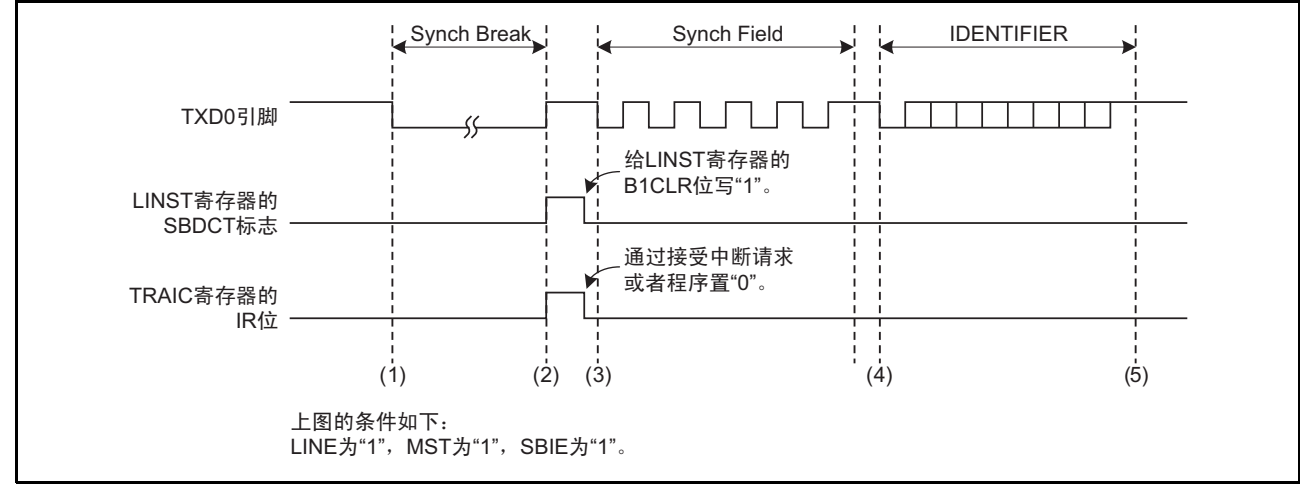
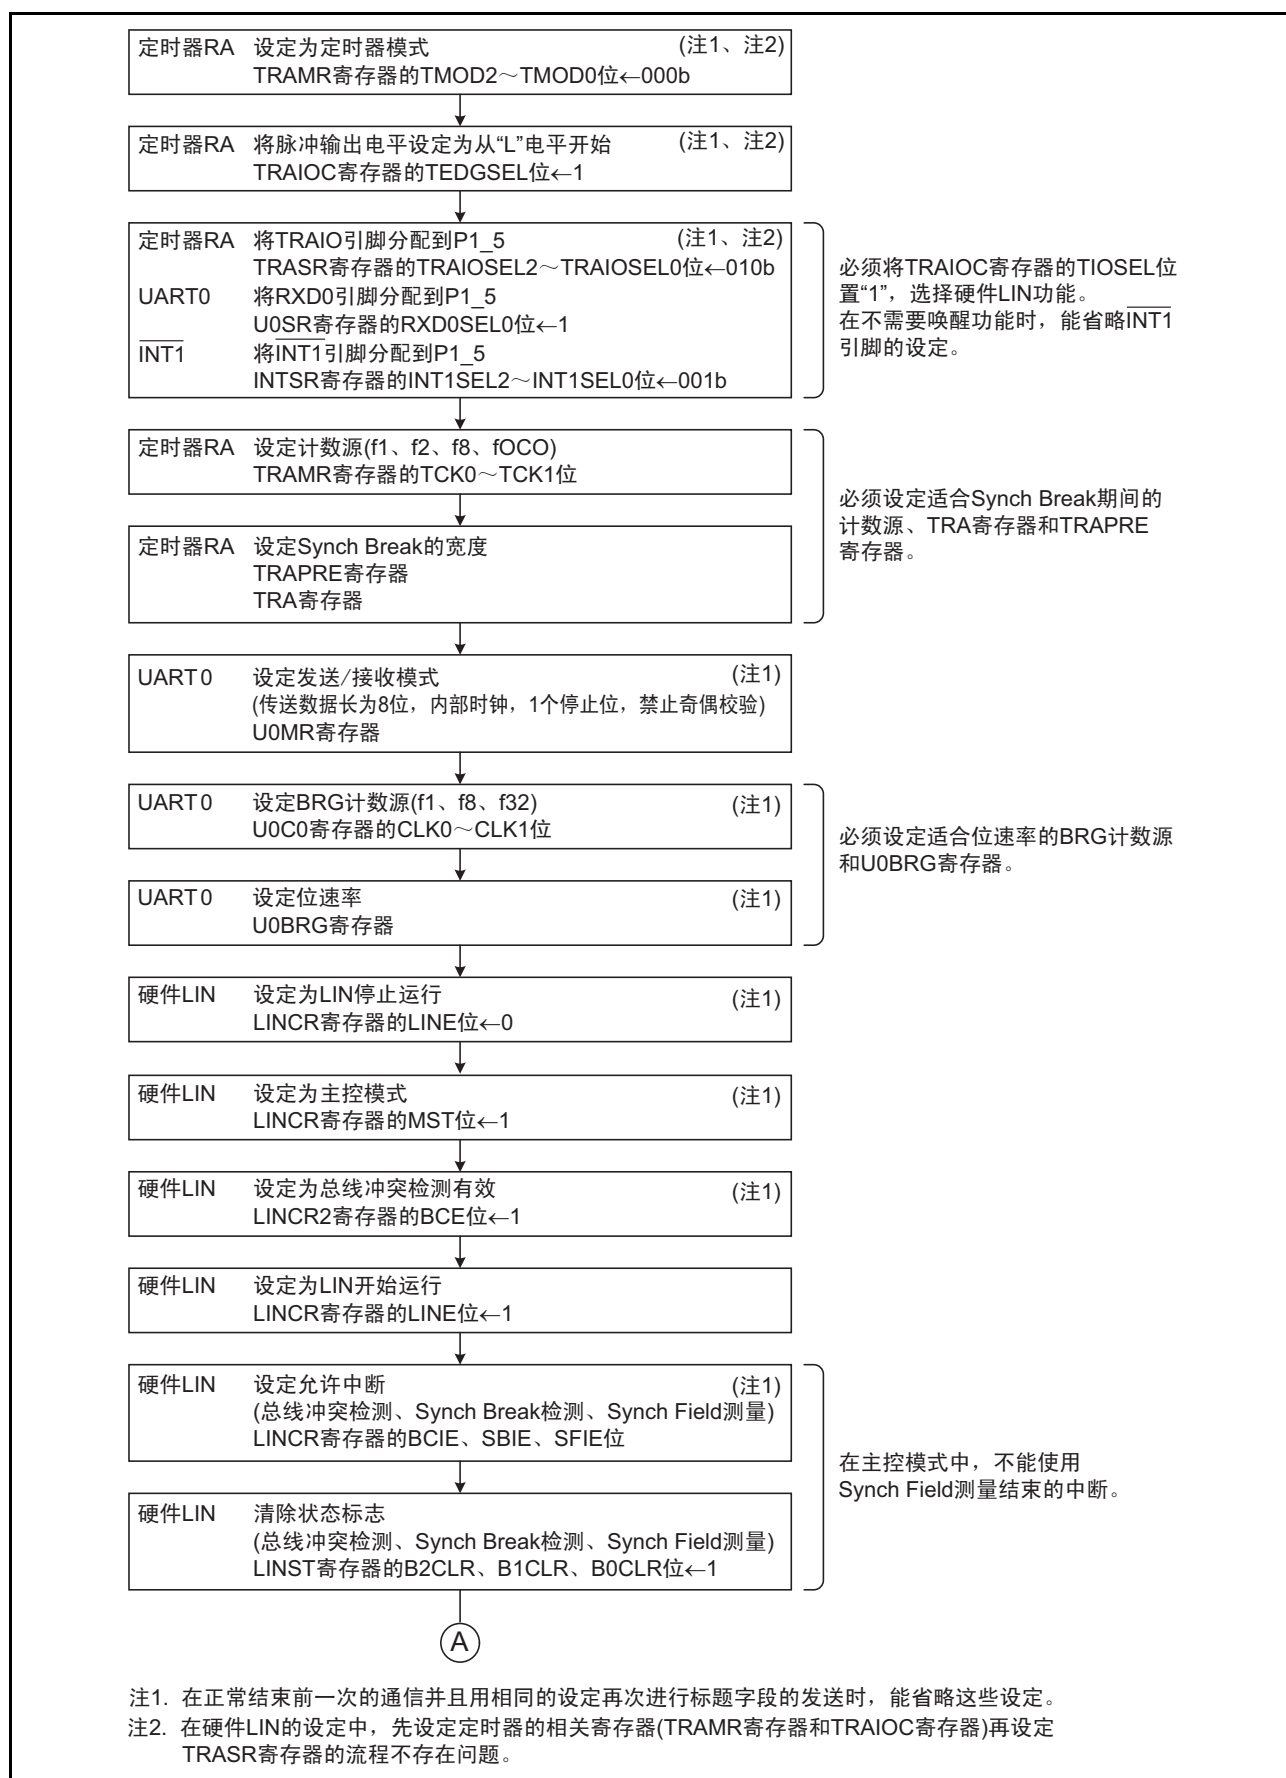
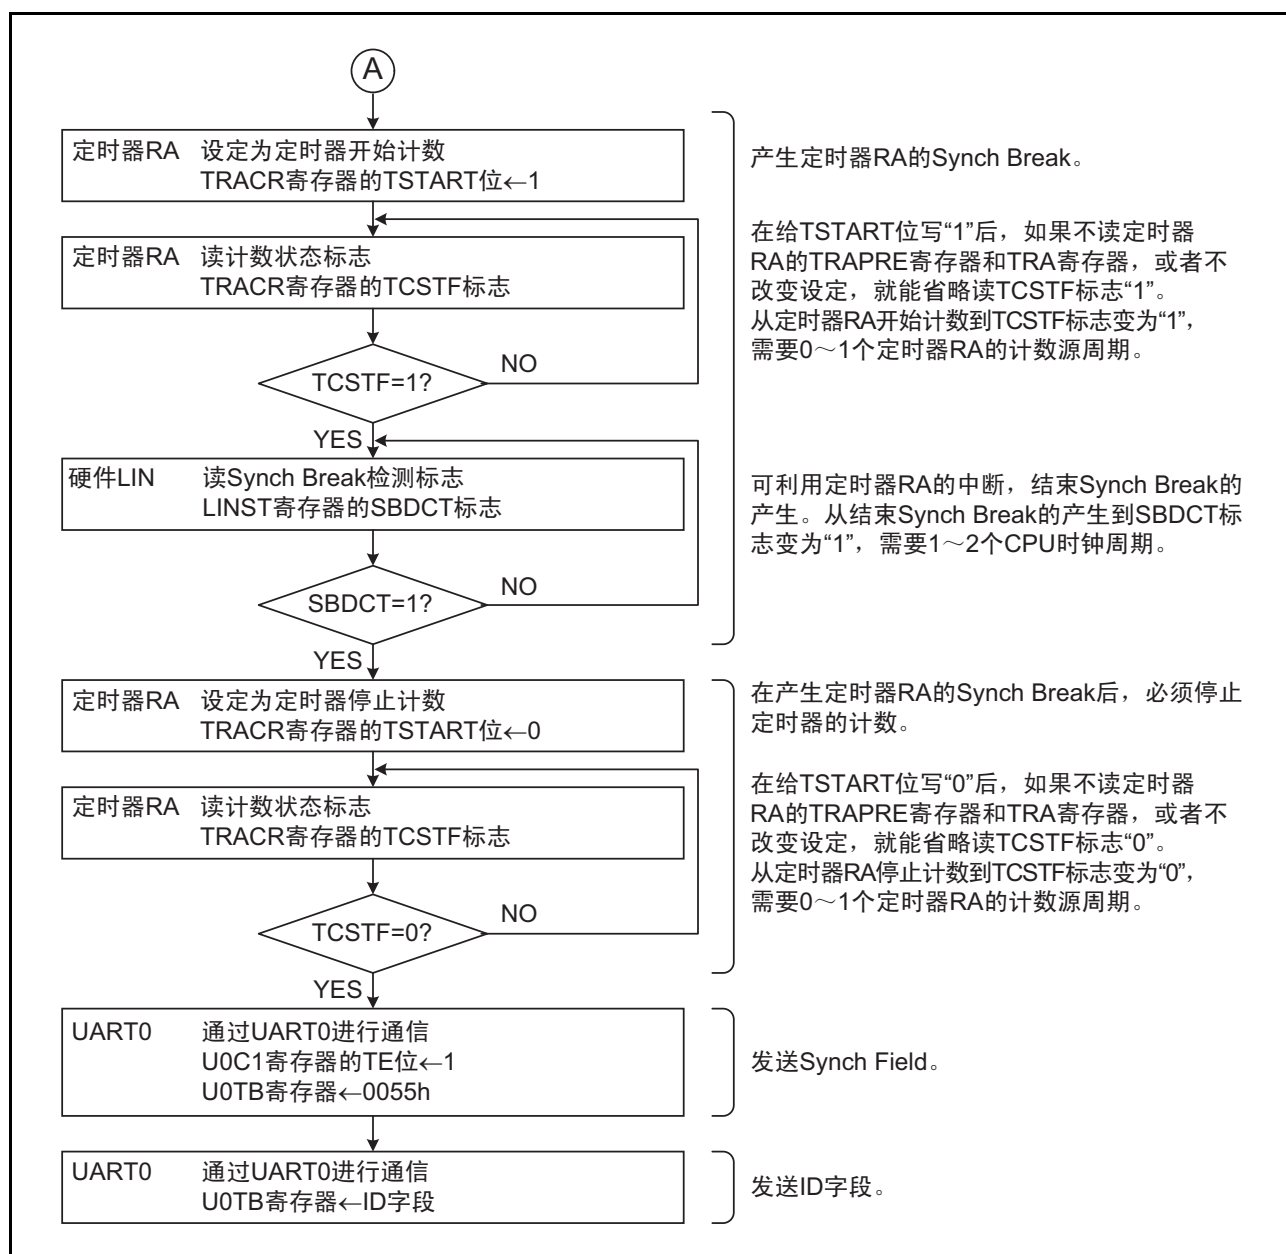
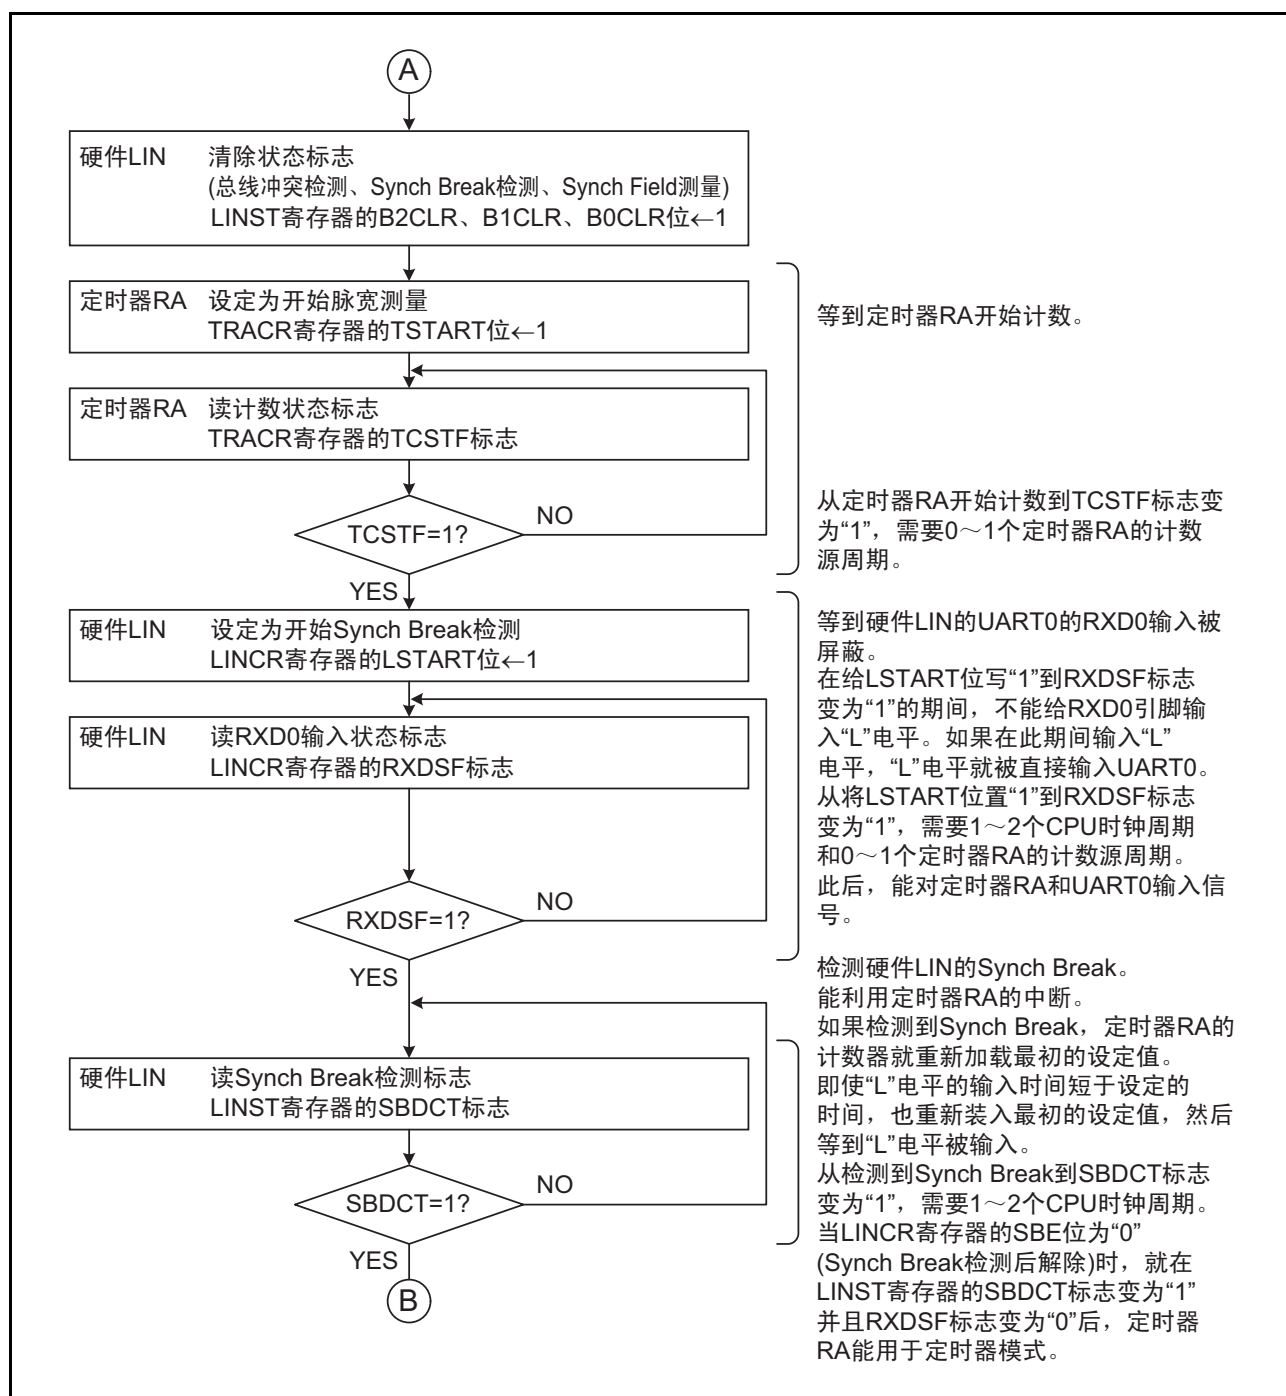

图 22.2 标题字段的发送运行例子
图 22.3 标题字段的发送流程图例子 (1)
图 22.4 标题字段的发送流程图例子 (2)
图 22.7 标题字段的接收流程图例子 (2)
注 3. 在将 LINE 位置“1” (LIN 开始运行) 后，立即禁止对定时器 RA 和 UART0 的输入 (请参照“图 22.3 标题字段的发送流程图例子 (1)”和“图 22.7 标题字段的接收流程图例子 (2)”)。
在 主控模式中，标题字段的发送运行例子和发送流程图例子分别如图 22.2 和图 22.3 ~图 22.4 所示。